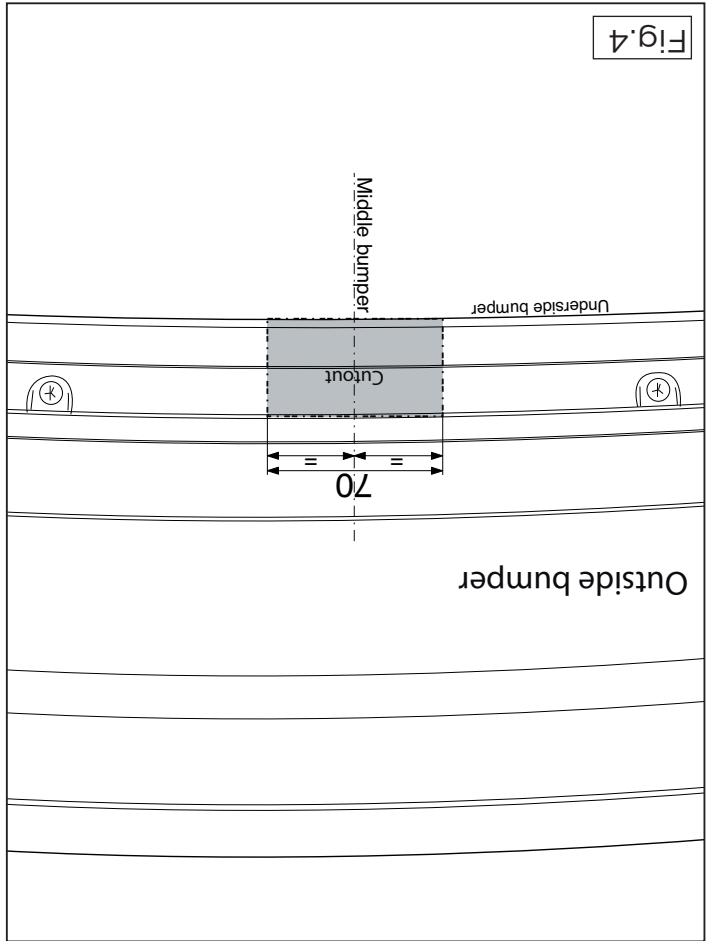

Fig. 4
8. Saw a section out of the middle of the underside of the bumper as shown in fig 4.
- gemäß Abbildung 4 herausschneiden.
8. Scier au centre de la partie inférieure du pare-chocs une partie correspondant à la figure 4.